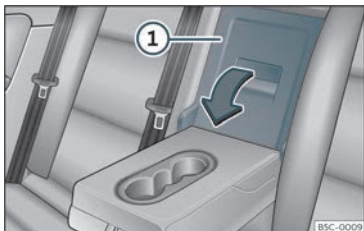

Fig. 115 No respaldo do asento traseiro:apertura da trapela.
- Puxe da panca de desbloqueo na dirección da frecha e abata completamente a tapa da trapela»» fig. 115 ① cara adiante.